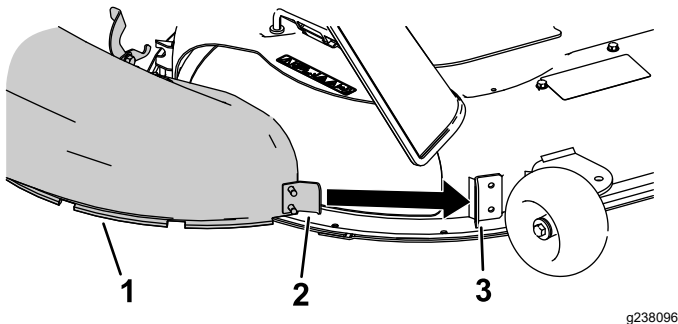

Bild 20
1. Winkeln Sie die Metallnase am Auswurfkanal im Schlitz in der Halterung ab, die am Mähwerk angeschweißt ist (Bild 20).